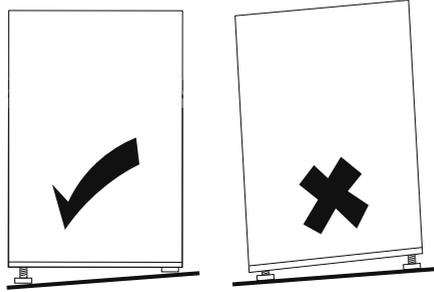

Abb. 6
- ▶ Das Gerät muss waagrecht ausgerichtet werden. Gleichen Sie Bodenunebenheiten durch Herausschrauben und Einstellen des justierbaren Stellfußes (5) aus (siehe **Abb. 6**).